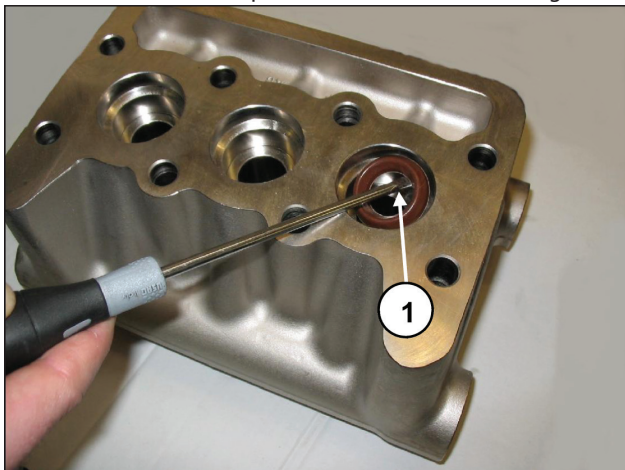

Abb. 30
- C) Ziehen Sie die HD-Dichtungen vom Kopf und die ND-Dichtungen mithilfe einfacher Werkzeuge gemäß Abb. 30, Pos. ① aus ihrer Halterung heraus und achten Sie darauf, nicht die entsprechenden Sitze zu beschädigen.